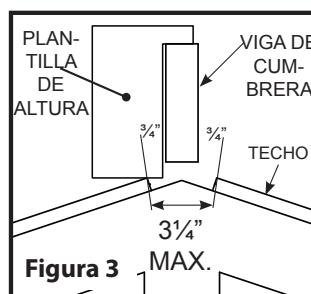

Figura 3
1. Instalar la viga de cumbre a la altura apropiada utilizando la plantilla suministrada. (véase la Figura 1) Es MUY importante que la salida de ventilación TRV-4 quede a ras de la viga de cumbre para que haya buen sellamiento y circulación de aire. (véase la Figura 3)